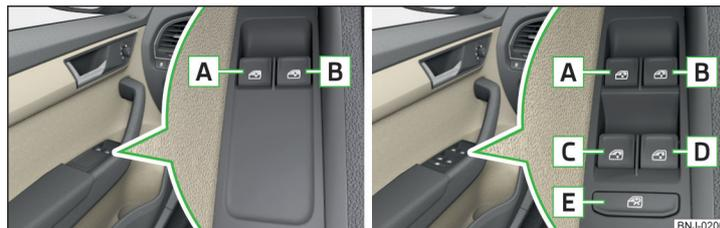

Fig. 39 Teclas dos elevadores elétricos: Variante 1 / Variante 2
Dependendo do equipamento pode acionar ao pressionar/puxar as teclas na porta do condutor os vidros dianteiros - **Variante 1** ou os vidros dianteiros e traseiros - **Variante 2** » Fig. 39.
Na **Variante 2** » Fig. 39, o vidro do condutor pode ser aberto/fechado completamente de forma automática, pressionando ou puxando a tecla até ao batente. Se pressionar/puxar de novo a tecla, o vidro para imediatamente.
- A **Variante 1** dos elevadores elétricos » Fig. 39 na página 53 **não possui de nenhuma** limitação de força. É necessário fechar os vidros com cuidado - Existe perigo de ferimento!
- O **vidro do passageiro na variante 2** dos elevadores elétricos » Fig. 39 na página 53 **não possui de nenhuma** limitação de força. É necessário fechar os vidros com cuidado - Existe perigo de ferimento!